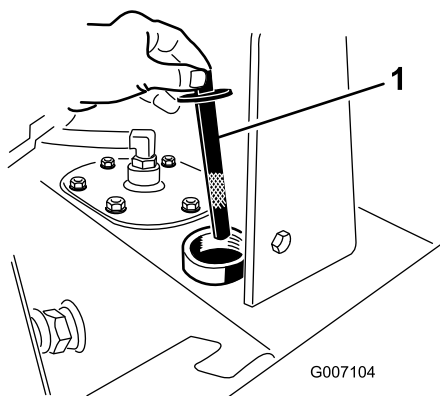

Figure 18
- Vérifiez le niveau d'huile sur la jauge (Figure 18).